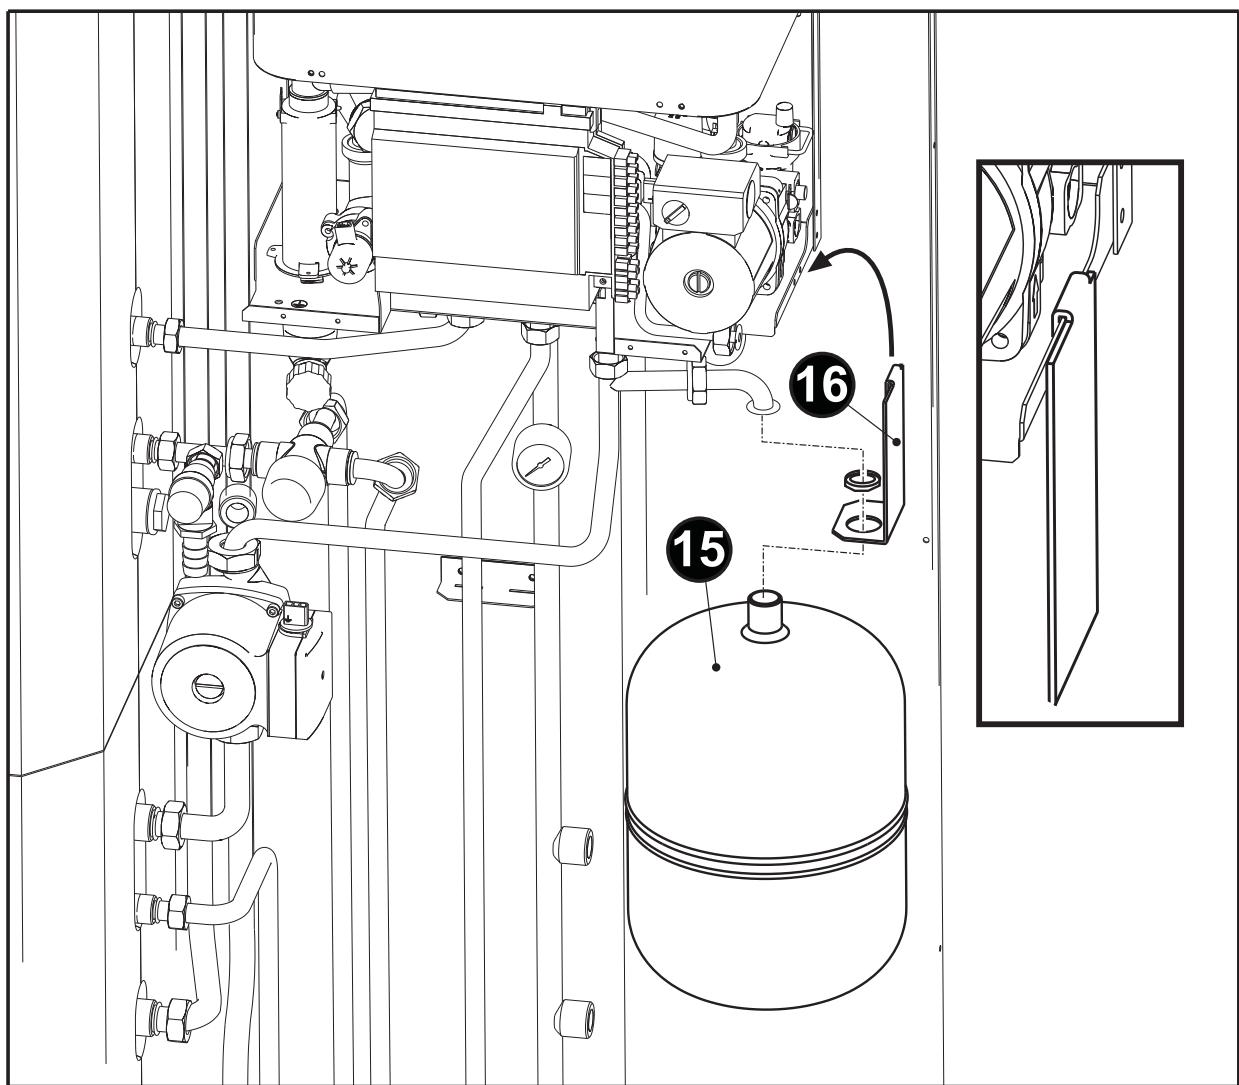

fig. 33
- Agganciare la "staffa - 16" alla caldaia come mostrato nel riquadro di fig. 33